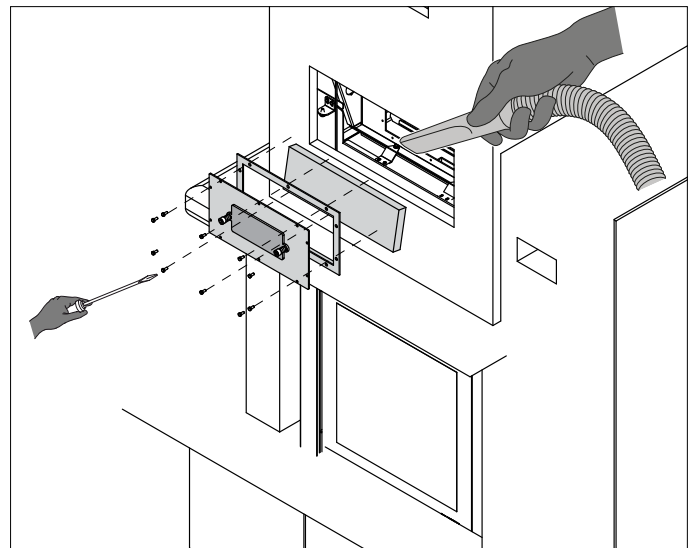

fig. 6.2
- Accedere al vano di ispezione del giro dei fumi, svitando le viti della valvola di sicurezza (fig. 6.2) ed estrarre il deflettore fumi in magnofix; verificare lo stato della guarnizione ed eventualmente sostituirla.